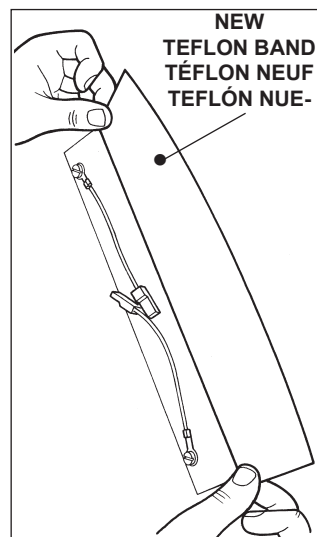
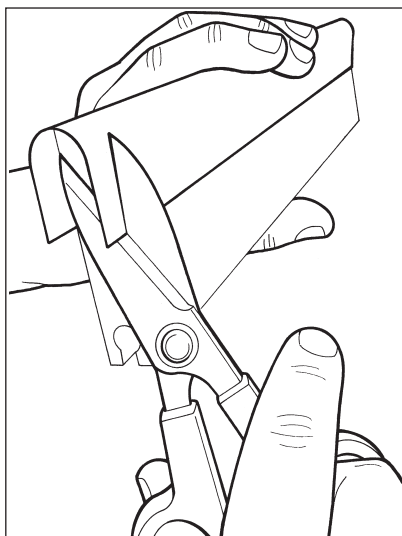

Fig. 4
Fig. 5
- 5) Insert the safety cap (C) in the central opening as shown in (Fig. 4).
- 5) Insérer le capuchon de protection (**C**) dans l'orifice central comme indiqué sur la (**Fig. 4**).
- 5) Colocar el capuchón de protección (**C**) en el agujero central de la manera ilustrada en (**Fig. 4**).
- 4) Fit a new band (Fig. 4), cutting the excess length at the two ends (Fig. 5).
- 4) Appliquer le nouveau ruban (Fig. 4) en coupant la partie en excès aux deux extrémités (Fig. 5).
- 4) Aplicar la cinta nueva (Fig. 4) cortando la parte excedente de los dos extremos (Fig. 5);